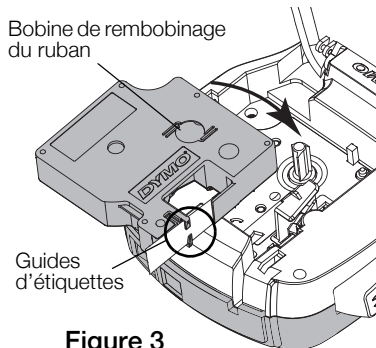

Figure 3
- 2 Assurez-vous que la bande et le ruban sont tendus le long de l'ouverture de la cassette et que la bande passe entre les guides d'étiquettes. Voir la Figure 3.
- 3 Insérez la cassette avec l'étiquette vers l'extérieur et positionnée entre les guides d'étiquettes. Voir la Figure 3.